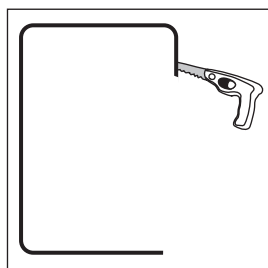

FIGURE 10
- Carefully cut the hole with the appropriate cutting tool for your wall or ceiling material. Start the hole by drilling a hole on the inside of the tracing (with the drill bit touching the line). Use this hole to insert the saw or knife and begin cutting [figure 10].
- Pratiquez soigneusement l'embrasure avec l'outil approprié au matériau de votre mur ou plafond. Commencez en faisant un trou à l'intérieur du traçage (la mèche touchant le traçage). Utilisez ce trou pour insérer la scie ou le couteau et commencer la coupe [figure 10].